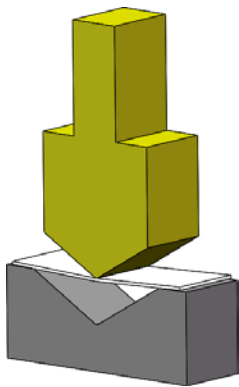
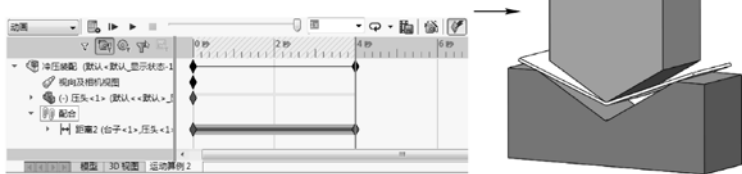

图 5-42 创建拉伸实体
图 5-43 创建动画
STEP 3 使用步骤 2 绘制的草图，创建一厚度为 2mm 的拉伸实体（宽度与“台子”相同），如图 5-42 所示。然后进入运动算例环境，将当前帧置于“4s”处，设置步骤 1 中的“距离”配合为 2mm，完成动画的创作。单击“播放”按钮即可查看动画效果，如图 5-43 所示。